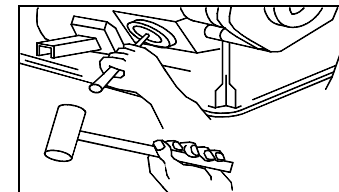

Figure 1 - Enlevez la Pastille
3. Enlevez la pastille indiquée. Enlever le bouchon central indiqué en percant un trou au milieu et en le retirant. (fig. 1) Enlevez la pastille avec des pinces.